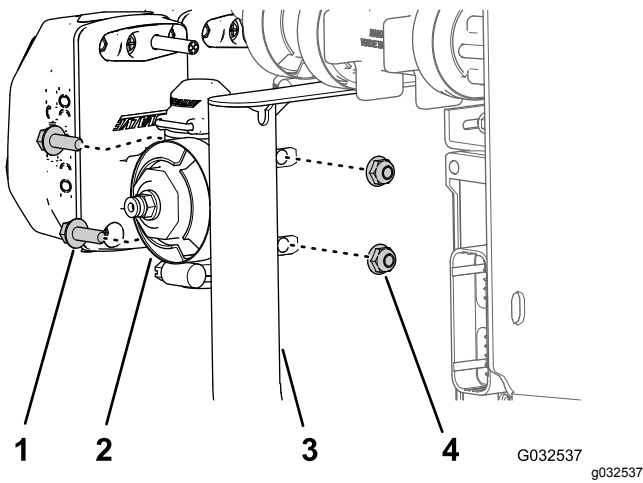

Bild 92
- Befestigen Sie das Düsenventil 10 mit den zwei Bundkopfschrauben (1/4" x 3/4") und zwei Sicherungsbundmutter (1/4"), die Sie in Schritt 2 in **Abnehmen der Auslegerabschnittventile von der Verteilerbefestigung (Seite 29)** entfernt haben, an der Ventilbefestigung (Bild 92).